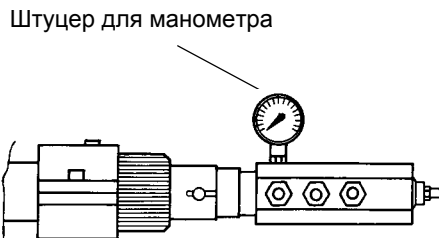

Рис. 24
- 9 Давление питания форсунки уже отрегулировано заранее на заводе-изготовителе и не должно изменяться. Только в случае необходимости, отрегулировать давление питания (см. соответствующий параграф) следующим образом: установить манометр в положение, указанное на Рис. 24, воздействовать на регулировочный винт **VR** насоса (см. Рис. 23) до получения на форсунке давления в 25 бар (форсунки Fluidics - см. график на Рис. 22);